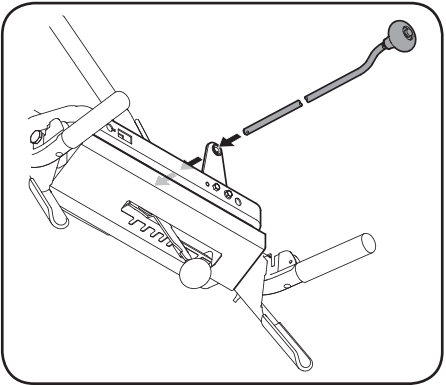

Figure 2-33
4. Guidez la tige commande de la goulotte à travers le support situé sur l'arrière du tableau de bord. Voir la Figure 2-33.